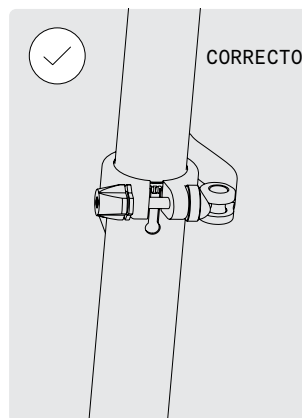

FIG. 33
- Asegúrese de que la tija no sobresalga del tubo del sillín más allá de la marca MIN/MAX (fig. 33, 34).